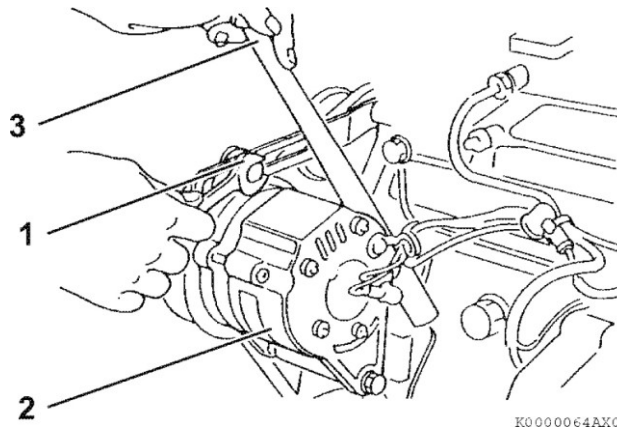

Рисунок 42
2. В случае необходимости, отрегулируйте натяжение клинообразного ремня. Ослабьте регулировочный болт, болты и/или гайки крепления (рисунок 42 (1)) и другие связанные болты и/или гайки, затем переместить генератор (рисунок 42 (2)) монтировкой (рисунок 42 (3)) и повернуть его относительно оси крепления в положение, при котором установится требуемое натяжение ремня. После это затянуть регулировочные болты и/или гайки крепления.